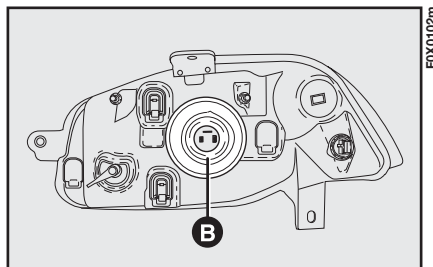

fig. 121
- rimuovere la cuffia in gomma B-fig. 121;